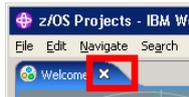

Abbildung 8
4. Das „Welcome“ Fenster schließen (Abbildung 8).